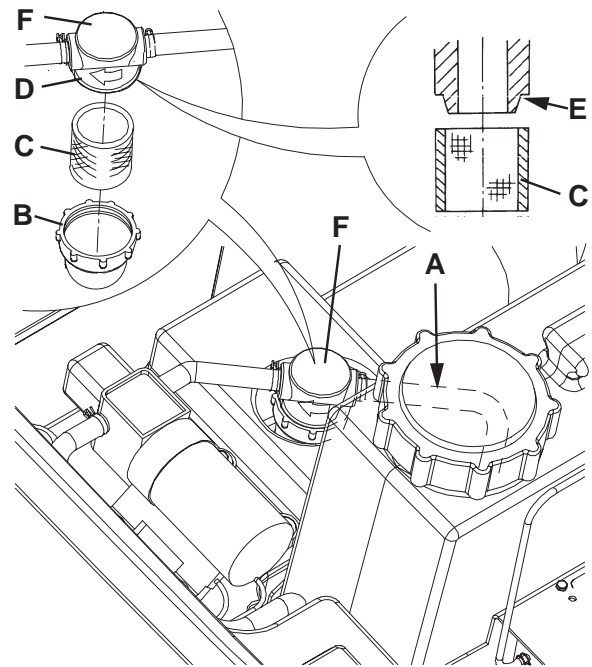

Figure 9
2. Positionner la clé de contact (80) sur "0".
3. Ouvrir le couvercle (22) et vérifier que le réservoir de l'eau de récupération (21) est vide. En cas contraire, le vider au moyen du tuyau de vidange (16).
4. Saisir la poignée (41) et soulever le réservoir (40) avec soin.
5. Soulever légèrement le tuyau (A, Fig. 9), puis dévisser le couvercle transparent (B) et déposer le filet filtrant (C) du filtre de l'eau propre (F). Les nettoyer et les reposer sur le support (D).